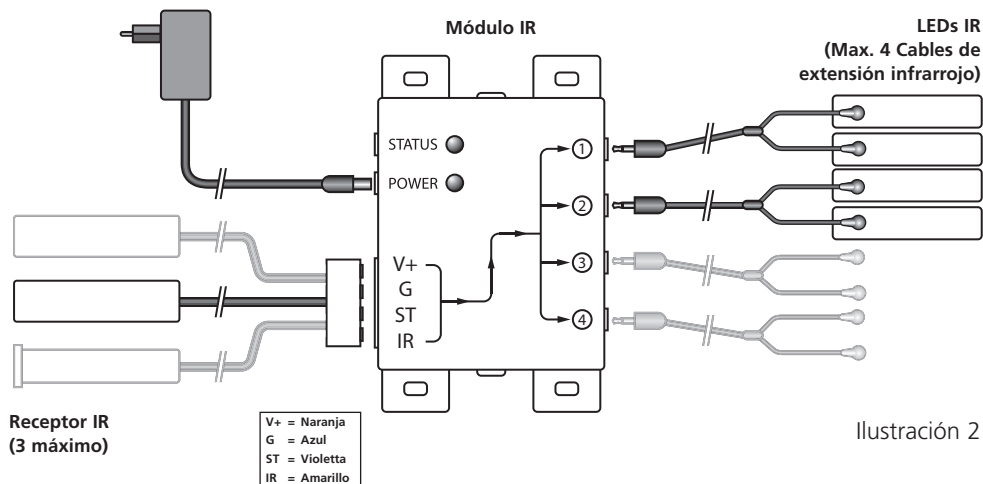

Ilustración 2
3. Conecte ahora el receptor IR con el módulo IR. La abrazadera de conexión está fijada en los cables del receptor IR. Al conectar el receptor, fíjese en la posición justa (tornillos arriba) y los colores de los cables. Si ha de soltar los cables porque p.e. la abrazadera de conexión es demasiado grande para un agujero en el mueble, siempre tiene que conectar los cables con la abrazadera según el esquema de conexión en ilustración 2.